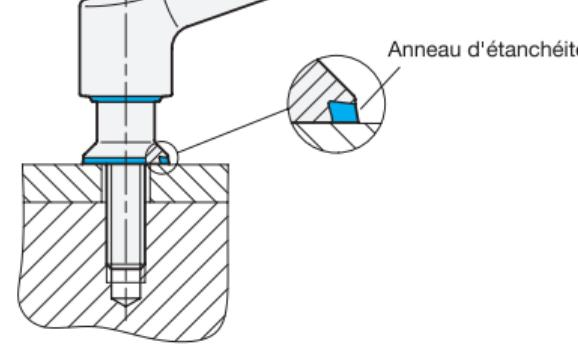

fig. 1
- La tige filetée ou l'alésage du levier de serrage doit être monté dans un compartiment de montage clos (fig. 1).
Il faut donc tenir compte de la bonne position de montage (fig. 1).